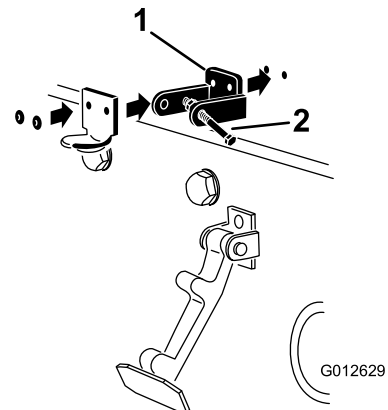

图8
3. 对准安装孔的同时，将 CE 锁定支架和机罩门锁支架放到机罩上。锁定支架必须紧贴机罩（图 8）。不要从锁定支架臂卸下螺栓和螺母总成。
5. 用铆钉将支架和垫圈铆定到机罩（图 8）。